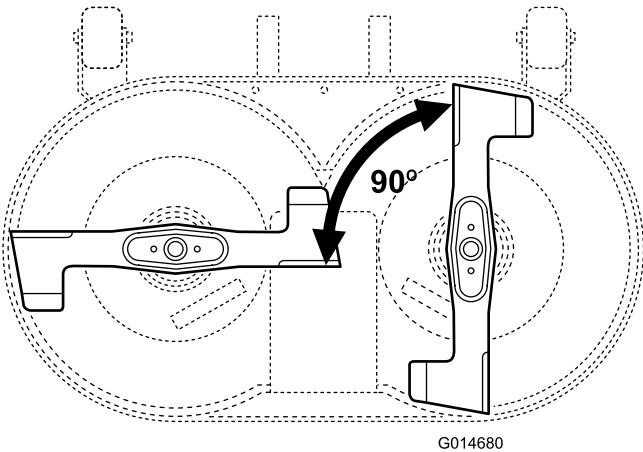

Figura 44
- Sitúe una cuchilla perpendicular 90° a la otra (Figura 44).